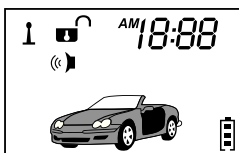

рис.6
- в) Тревога вызвана срабатыванием основных зон: двери, капот, багажник, зажигание. *Сирена будет работать одновременно со вспышками указателей поворотов 30 сек.* LCD дисплей отобразит сработавший триггер, например дверь, как на рис.6